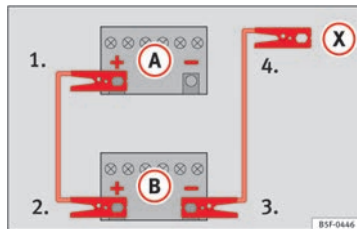

Fig. 176 Esquema de conexión para vehículos sin sistema Start Stop.
- Emborne un extremo del cable *rojo* de emergencia al polo positivo (+) del vehículo con la batería descargada (A) ⇒ fig. 176.
- Emborne el otro extremo del cable *rojo* de emergencia al polo positivo (+) del vehículo que suministra la corriente (B).
- En los vehículos sin sistema Start-Stop:** emborne un extremo del cable *negro* de emergencia al polo negativo (-) del vehículo que suministra la corriente (B) ⇒ fig. 176.